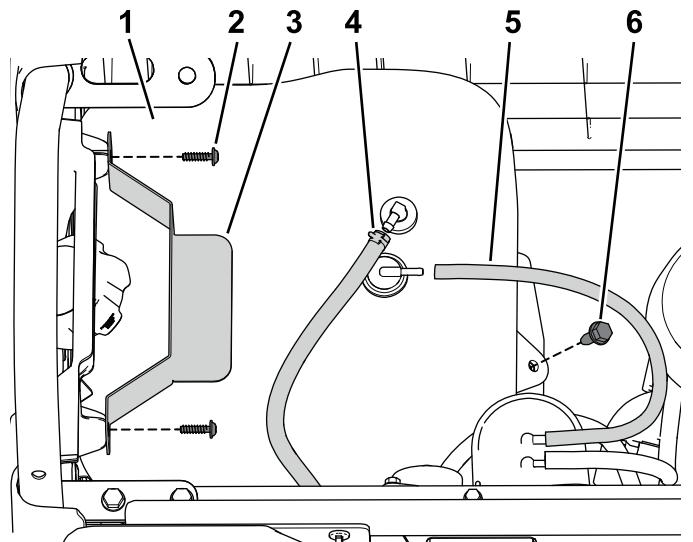

Figura 49
2. Ligue a tubagem de ventilação e a linha de combustível ao depósito (Figura 49).
3. Utilize os parafusos que retirou anteriormente para prender a fixação (Figura 49).
1. Coloque o depósito de combustível no tabuleiro do depósito (Figura 49).